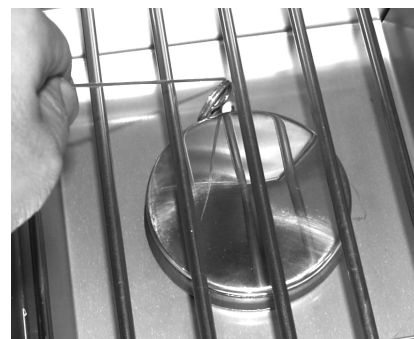

Fig. 28-2 - Éclairage manuel
2. Insérez un allumeur brûlant de butane de long-baril, une allumette brûlante de long-tige, ou une allumette brûlante tenue par un support de prolongation de fil par la grille à cuire s'ouvrant au brûleur (Fig. 28-2). Tenez la flamme contre le bord du brûleur.
4. Si le brûleur ne se allume pas dans les cinq (5) secondes de tourner le bouton de commande, **appuyez immédiatement sur le bouton et tournez la valve jusqu'à la position OFF**. ATTENDEZ CINQ (5) MINUTES avant de répéter les étapes 2 à 4 des instructions MANUELLES D'ÉCLAIRAGE.